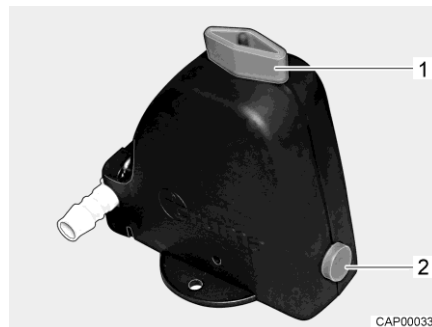
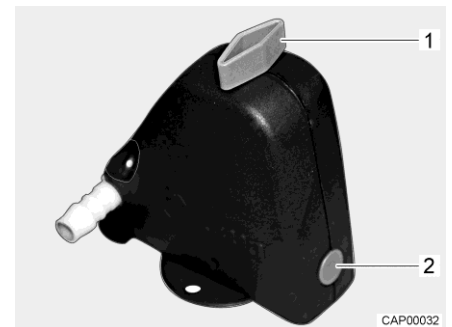

Fig. 94 Valve de sécurité et de vidange ouverte
Fig. 95 Valve de sécurité et de vidange fermée
- Fermer la valve de sécurité et de vidange. Tourner pour cela le bouton rotatif (Fig. 94,1) dans le sens transversal par rapport à la valve de sécurité et de vidange et enfoncer le bouton-poussoir (Fig. 94,2). La valve de sécurité et de vidange fermée est représentée à la Fig. 95. Lorsque la température descend en dessous de 6 °C, la valve de sécurité et de vidange ne peut pas être fermée.